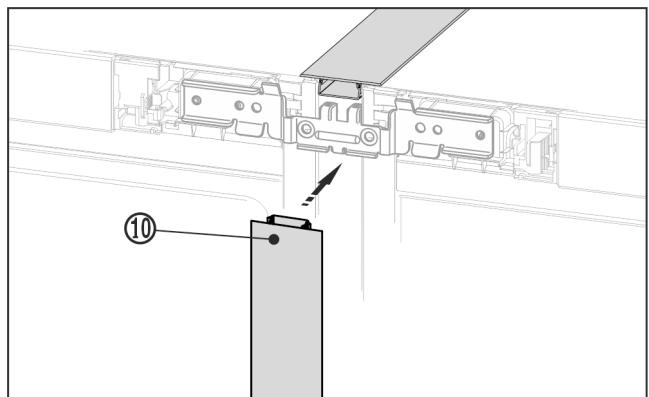

Fig. 23
- ▶ На передней стороне вдавите длинную декоративную планку Fig. 23 (10) в вертикальную щель. Обратите внимание, что планка опирается на соединительный лист.